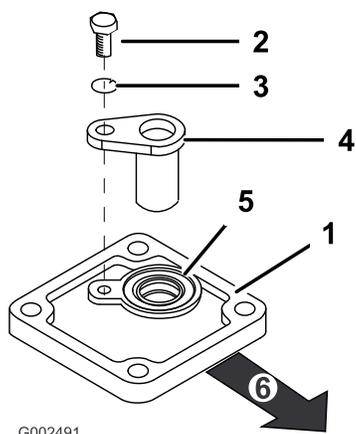

Bild 6
- Montieren Sie die neue Abdeckung mit den vorher in Schritt 1 entfernten Schrauben an der Hinterachse (Bild 6). Wenn Sie die Abdeckung richtig aufsetzen, sollte die Dichtung nach oben zeigen und zur linken Seite des Fahrzeugs positioniert sein.
- Bauen Sie den Verzahnungssensor mit der Schraube (M6 x 1.00 x 12) und der Federscheibe (M6) ein, siehe Bild 6.